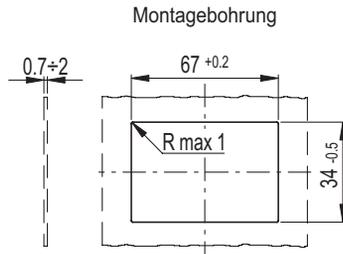

Abb.1
- Den unteren Teil des Displays in das Gehäuse einpassen und solange hineindrücken, bis es komplett eingerastet ist (Abb. 1).